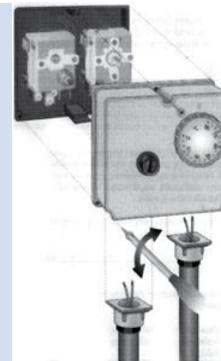

fig 5
**B)** Отверните три болта и снимите переднюю часть термостата. Вставьте провода питания и подключите их к клеммам термостата (рис. 5), следуя инструкциям.